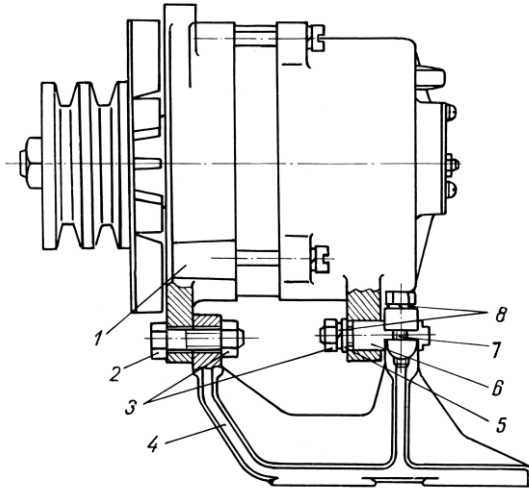

Рис. 85. Крепление генератора на двигателе:
1. Вставить палец 6 (рис. 85) в отверстие задней крышки генератора и закрепить гайкой 3 с шайбами 5 и 8.